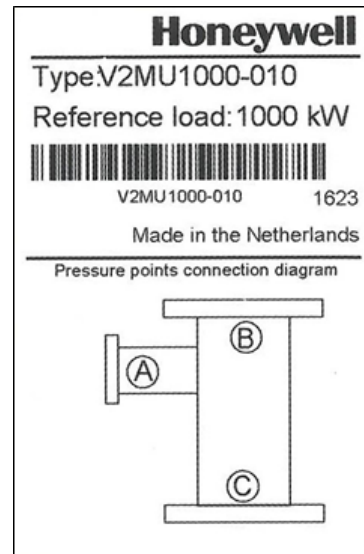

图 1. 标签上的压力传感器点连接。
8. 在混合装置和 SV2 系列燃气阀之间建立管道连接。将“A”连接到“A”, “B”连接到“B”, “C”连接到“C”。请参见图 1。